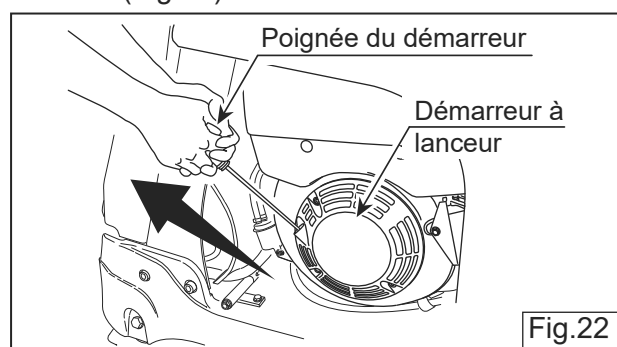

Fig.22
6.3 Tirez brusquement la poignée du démarrage à fond. Utilisez vos deux mains si nécessaire. (Fig.22)